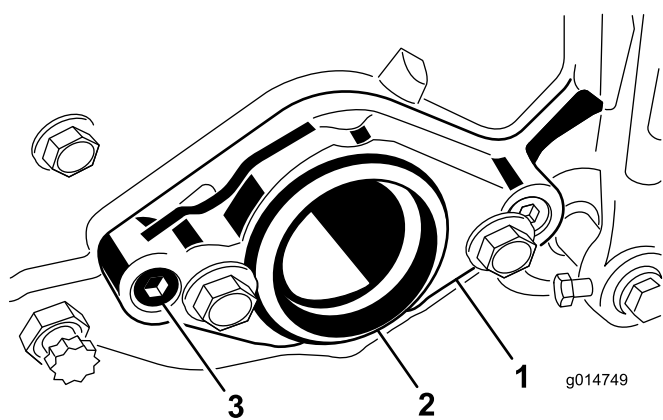

図 8
2. カuttingユニット右側のベアリング・ハウジングについているプラスチック製のプラグを外す (図 8)。
3. Cuttingユニットの右側でモータ・マウントを固定している六角ネジ (2本) を外す。モータ・マウント取り付け部を取り外す (図 8)。
6. 先ほど図 8で取り外した六角ネジ2本を使って、Cuttingユニットの左側にモータ取り付ける。各ねじを 12-15 ft-lbs. (16-20 N-m=1.66~2.07 kg.m) にトルク締めする。